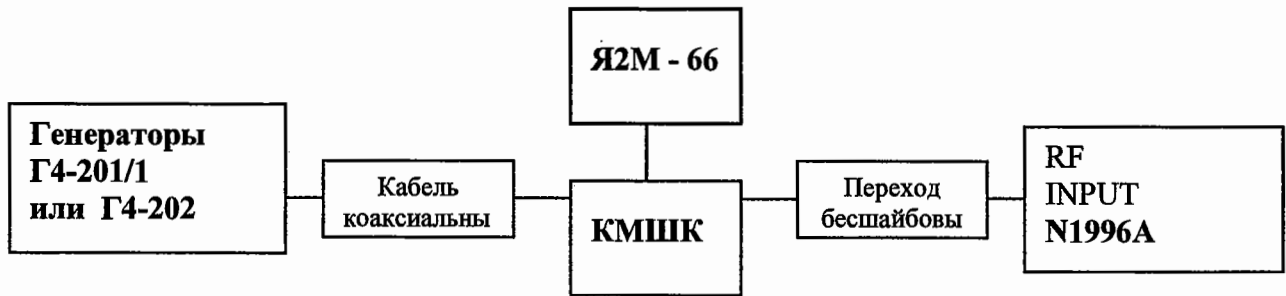

Рис. 14.3
14.6.3.7 Определение неравномерности АЧХ анализатора спектра проводят методом прямых измерений по схемам представленным на рис. 14.3 и 14.4. Неравномерность АЧХ определяется как отклонение уровня измеряемого сигнала от опорного уровня на частоте 50 МГц.
В схеме рис.14.3 сигнал от генератора подается на вход калибратора мощности (КМШК+ Я2М-66) с помощью высокочастотного коаксиального кабеля с присоединительными разъемами типа Ш(В) - вариант 1 по ГОСТ 13317-89. Выход КМШК присоединяется ко входу анализатора с помощью безшайбового коаксиального